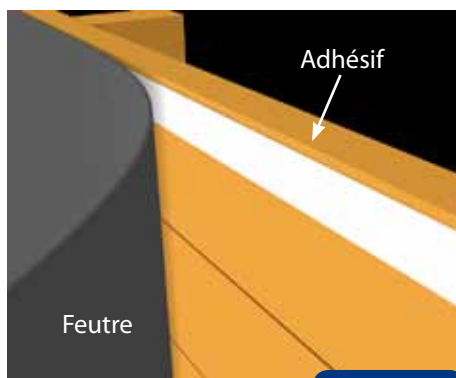

Figure 15
- Collez l'adhésif double face, pan par pan, en l'alignant au sommet des bastinges supérieurs (figure 15)